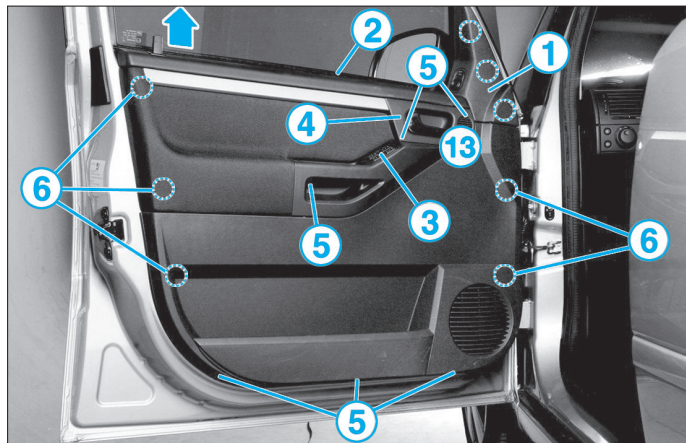

FIG. 23
- Déclipper la garniture intérieure de rétroviseur (1) (porte avant) (Fig.23).
- Décliper la garniture intérieure (1) du rétroviseur (Fig.23).